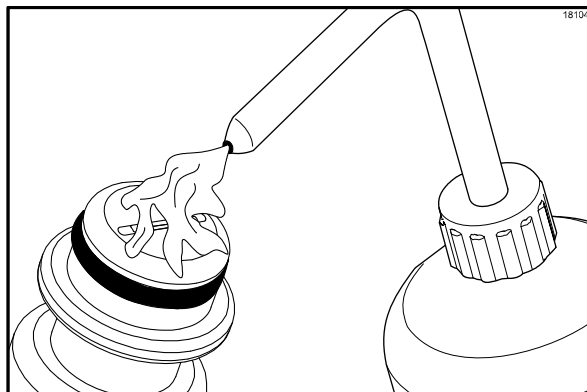

Рисунок 60
16. Заполните бутылку-пульверизатор дезинфицирующим раствором. Держите бутылку над ведром. Нажмите на бутылку и тщательно промойте паз в каждом наконечнике фитинга сиропа. (См. рис. 60)